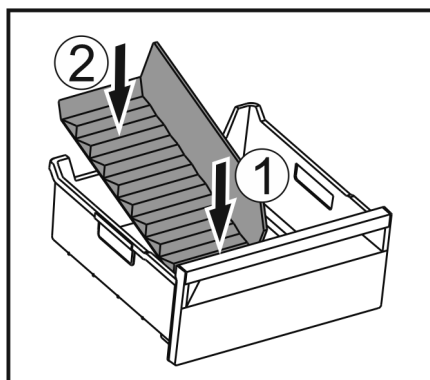

Fig. 196
- Inserire la parte anteriore del divisore dello scomparto del ghiaccio. Fig. 196 (1)
- Abbassare la parte posteriore del divisore dello scomparto del ghiaccio fino al fondo del cassetto. Fig. 196 (2)